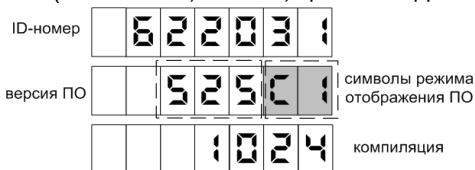

Рисунок 7
7.1 Для приведения устройства в рабочее состояние достаточно подать на него электропитание. После включения на табло отображается информация о версии ПО устройства (рисунок 7). Спустя 10 секунд показания на табло последовательно меняются на информацию о последнем наливе (стоимость, объем, цена за единицу топлива).